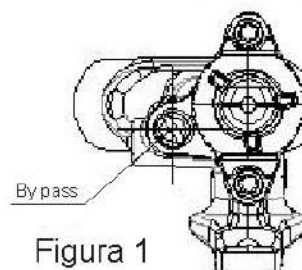

Figura 1
- 2) En la válvula, ubicar el tornillo de by-pass (lado izquierdo) y cerrarlo hacia la derecha hasta que haga tope (figura 1).